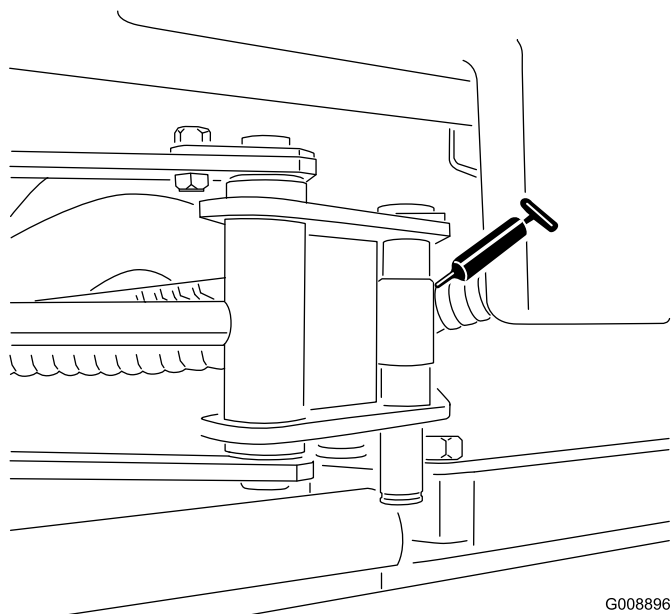

Figura 33
- Extremidades do cilindro do SideWinder (2) (Figura 33)